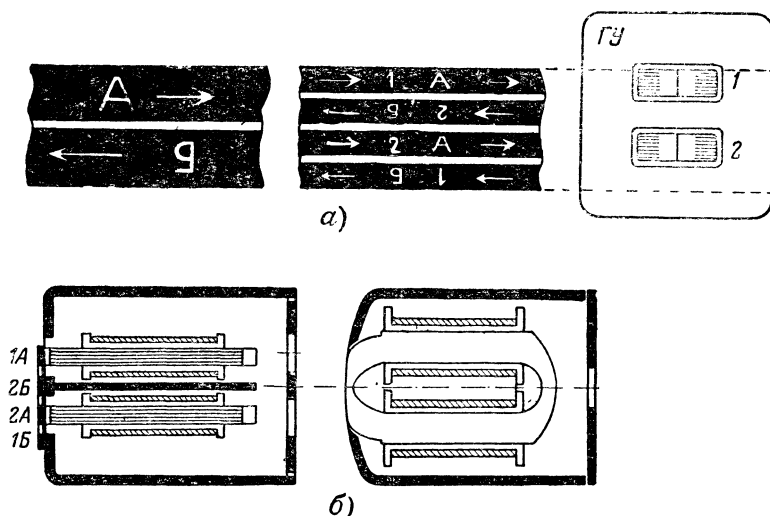

Рис. 84. Четырехдорожечная система записи и конструкция магнитной головки.
Для записи и воспроизведения применяют двойную стирающую (ГС) и двойную универсальную головку записи-воспроизведения (ГУ) (рис. 84). Головки изготовляются так, что верхняя рабочая щель 1 соответствует первой четверти, а нижняя рабочая щель 2 — третьей четверти полной ширины ленты. После каждого прогона кассету с лентой переворачивают. Поэтому при первом прогоне рабочая щель 1 головки ГУ прочитывает дорожку 1А, а затем дорожку 1Б. При третьем прогоне прочитывается дорожка 2А (рабочей щелью 2), а при четвертом — дорожка 2Б. «Магнитофон 76» снабжен кнопочным переключателем для перехода с одной рабочей щели (1) на другую (2). Преимуществом указанного расположения дорожек является возможность воспроизведения обычных двухканальных магнитофильмов на новой аппаратуре.